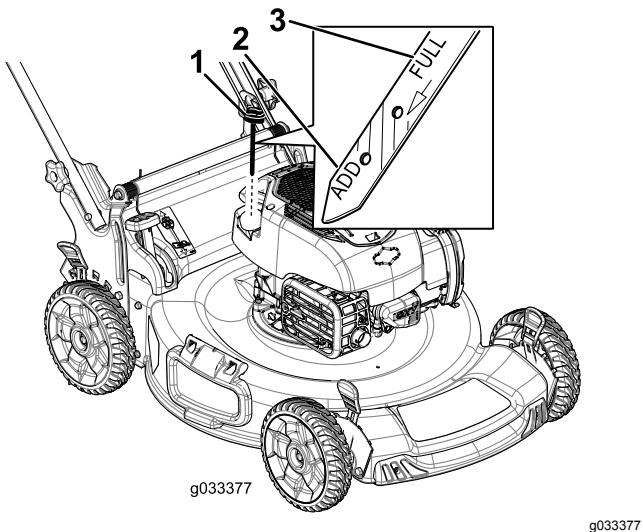

Bild 8
- Entfernen Sie den Peilstab, indem Sie den Deckel nach links drehen und herausziehen (Bild 8).
7. Lesen Sie den Ölstand am Peilstab ab. (Bild 8)